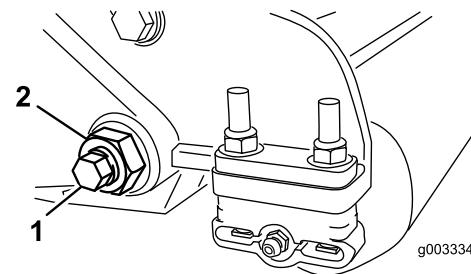
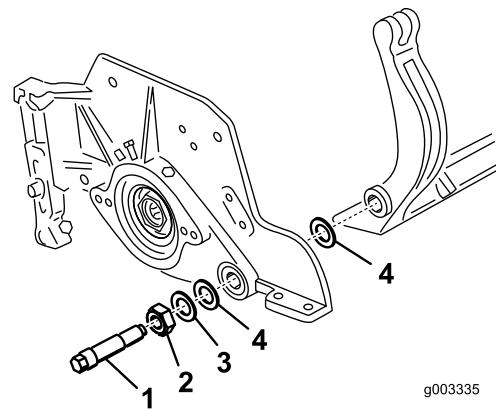

Figure 30
Figure 31
3. De chaque côté de la machine, desserrez le contre-écrou de fixation du boulon de la barre d'appui (Figure 30).
| 4. Retirez les boulons de la barre d'appui afin de pouvoir abaisser la barre et la déposer du boulon de la machine (Figure 30). Mettez de côté 2 rondelles en nylon et 1 rondelle en acier estampé à chaque extrémité de la barre d'appui (Figure 31). | |
4. Placez une rondelle en acier à l'extérieur de chaque rondelle en nylon (Figure 31).
Serrez les boulons de la barre d'appui à un couple de 27 à 36 N·m. Serrez les contre-écrous jusqu'à ce que les rondelles d'acier extérieures cessent de tourner et que le jeu axial soit supprimé, mais ne serrez pas excessivement et ne faites pas fléchir les plaques latérales. Les rondelles peuvent présenter un espace à l'intérieur (Figure 31).